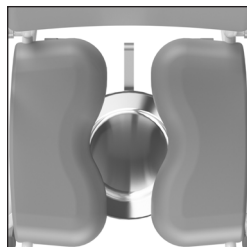

Figura 14. Cubo de acero inoxidable, parte delantera.
- Si utiliza el orinal o un cubo de acero inoxidable, el cubo puede colocarse en dos posiciones debajo del asiento. En la parte delantera del asiento (Ver figura 14) o en la parte trasera del